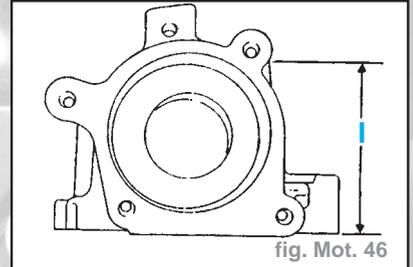

fig. Mot. 46
- Mesurer la hauteur du carter d'arbre à cames (entre plans d'étanchéité) (fig. Mot. 46) :